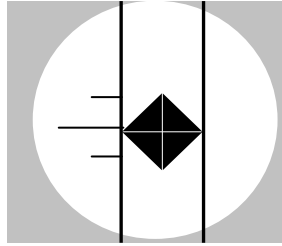

Abbildung 5-10 Bewegung der rechten dünnen Linie zur rechten Spitze
6. Drehen Sie die Mikrometerschraube bis die rechte dünne Linie sich nach rechts Richtung der gegenüberlegen Spitze des Eindrucks bewegt, wie Abbildung 5-10 verdeutlicht.